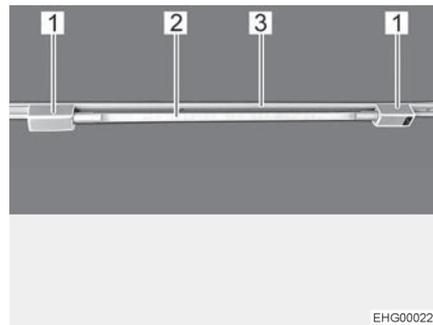

Fig. 36 Tubo fluorescente
*Insertar tubo fluorescente:* ■ Insertar ambos sujetadores (Fig. 36,1) en el riel (Fig. 36,3). Para ello, girar el sujetador 90°.
■ Enchufar el cuerpo de la lámpara (Fig. 36,2) en uno de los sujetadores.
*Rotar tubo fluorescente:* ■ Rotar el cuerpo de la lámpara (Fig. 36,2) hasta que se haya obtenido el efecto de iluminación deseado.